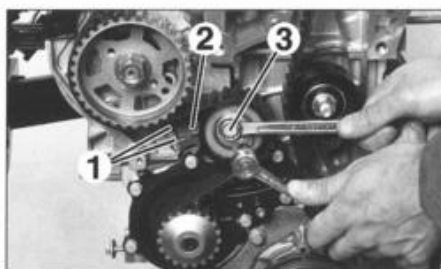

FIG. 13
• Con una llave hexagonal, llevar el índice (2) (fig. 13) del rodillo tensor al centro de la zona de control (1) haciendo pivotar el tensor en sentido antihorario.
• Apretar el tornillo de fijación (3) del rodillo tensor a 3 daNm.
• Comprobar el buen posicionado del índice (2) (fig. 13) del rodillo tensor; en caso contrario, repetir la operación de montaje de la correa.